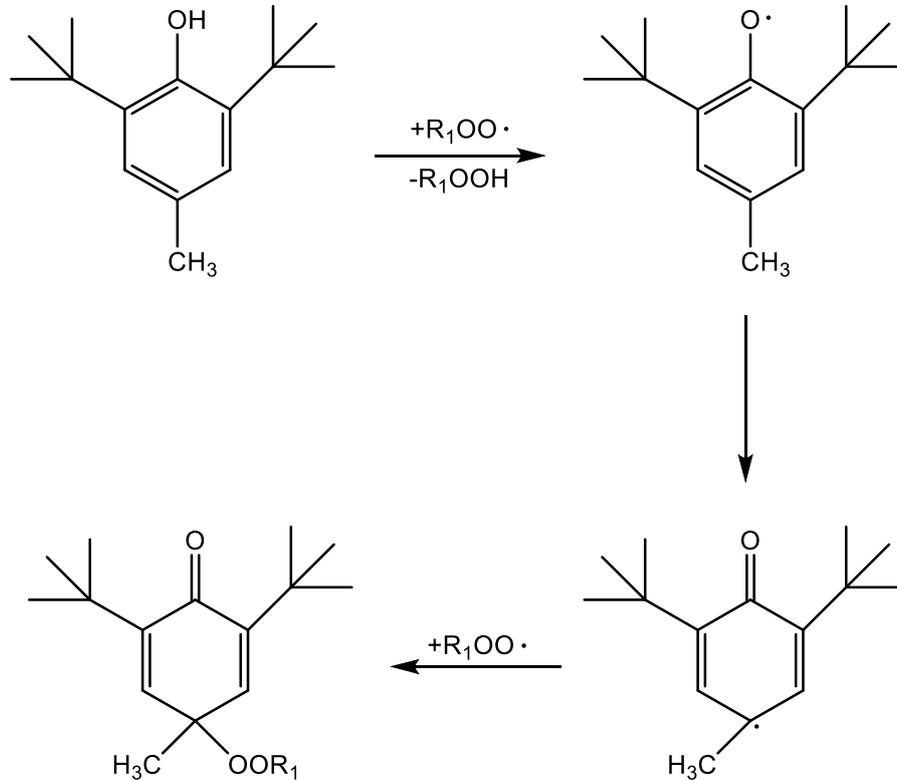

Abb. 2: Wirkungsweise eines BHT-Moleküls gegenüber Linolsäure-Peroxyradikalen ($R_1OO\cdot$)
- 2 Erklären Sie die Wirkungsweise von BHT-Molekülen als Antioxidantien mithilfe der Abbildung 2.